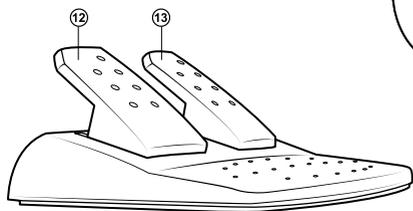

Рис. 3. Блок педалей
- Подключите к устройству блок педалей (рис. 3) с помощью встроенного в блок кабеля к разъему RJ-11 (19), а потом подключите манипулятор кабелем USB (19) к свободному порту USB компьютера.